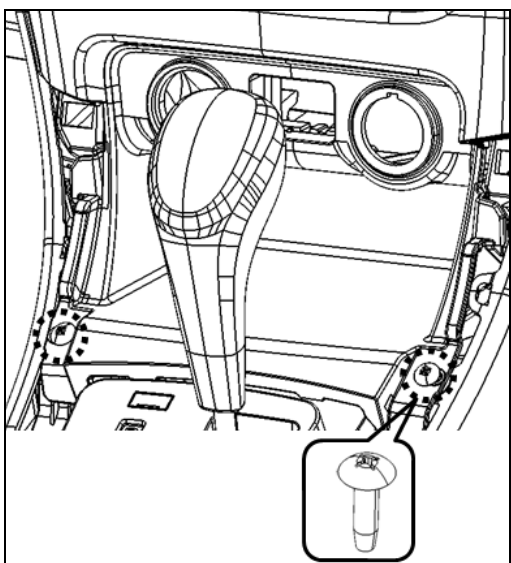

图 1.6.7 中控置物盒的拆卸
- (1) 用螺丝刀将固定中控置物盒与副仪表板本体的两个螺钉（Q2724216十字槽盘头自攻螺钉）依次松开并取下螺钉，然后用手取出中控置物盒。如图1.6.7所示；